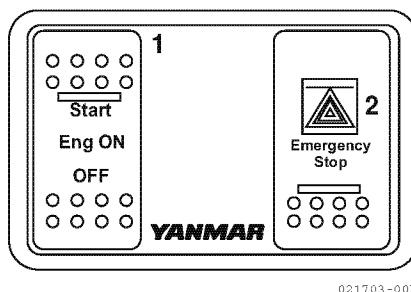

Figura 9
1. L'interruttore Eng ON (1, **Figura 9**) è cablato al pannello stazione 1.
3. Il tasto di arresto di emergenza è cablato in serie al primo pannello (2, **Figura 9**).